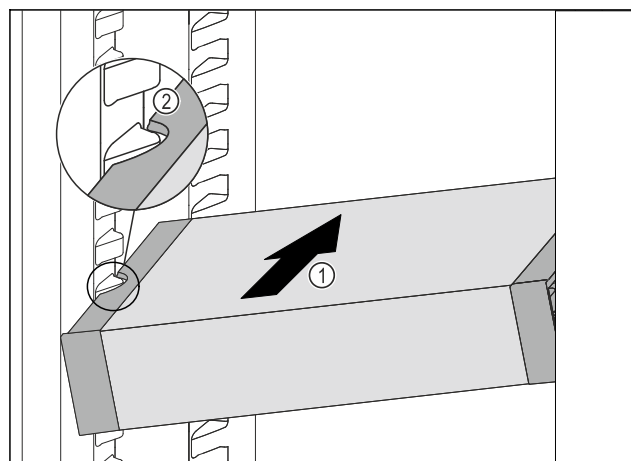

Fig. 239
- VarioSafe skjuts in snett i kyldelen Fig. 239 (1), tills sidofördjupningarna Fig. 239 (2) hos VarioSafe är i samma nivå som behållarlisterna i kyldelen.